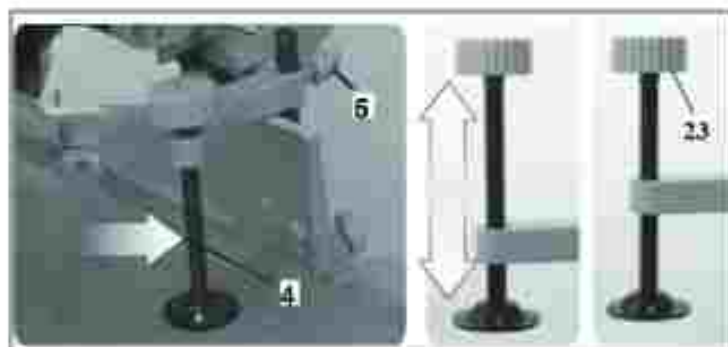

Рис. 20
6.10. Устаноўка апрацоўванай нарыхтоўкі (рис. 20)